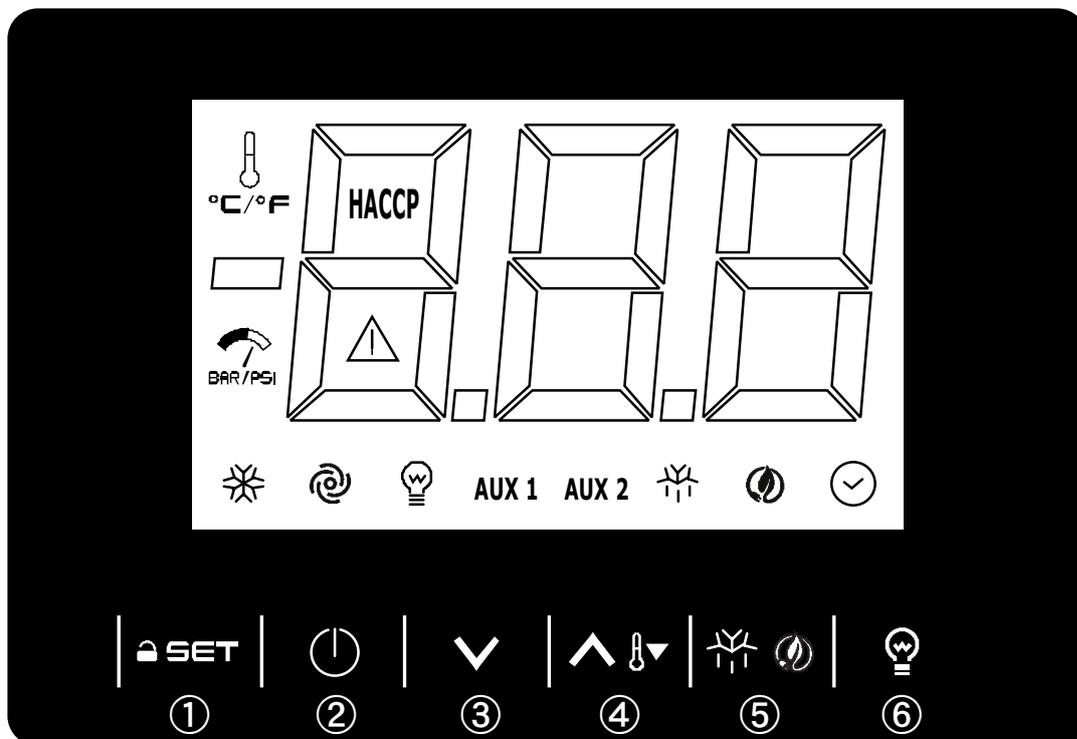

Fig.3
9.1 Descrizione dei comandi e pulsanti (Fig. 3)
Sequenza d'avviamento (fig.3).
9.2.2 Modi d'arresto (fig.3)
▶ premere il tasto on-off ② per 2 secondi	il display e l'armadio si spegneranno
9.2.3 regolazione dell'orologio interno sull'ora attuale (fig.3)
9.2.4 Impostazione temperatura (fig.3)
9.2.5 Sbrinamento automatico e manuale (fig.3)
🔑 9.2.6 Sblocco tastiera (fig.3)
🔑 9.2.7 Accensione/spegnimento della luce (fig.3)